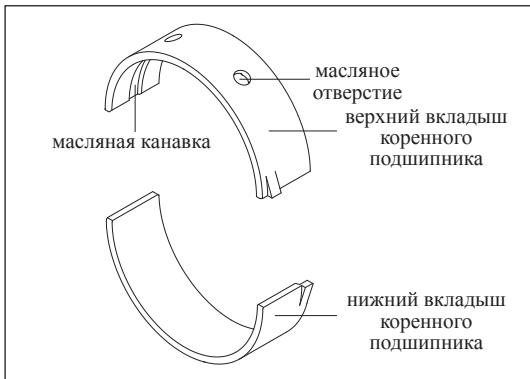

Рис. 13-3-17. Верхний и нижний вкладыши коренного подшипника
- (1) Установка коленчатого вала
- а) Запрещается устанавливать верхние вкладыши коренных подшипников вместо нижних и наоборот. Верхние вкладыши коренных подшипников оснащены масляными отверстиями и масляными канавками, тогда как в нижних вкладышах их нет, см. Рис. 13-3-17.